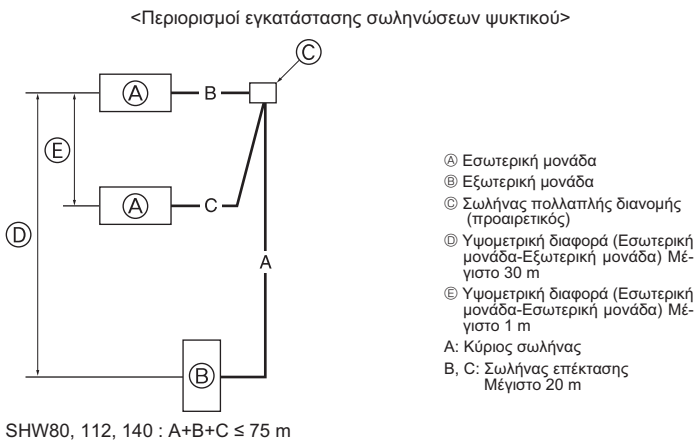

Fig. 4-10
4.8. Για διπλή/τριπλή/τετραπλή εγκατάσταση (Fig. 4-10)